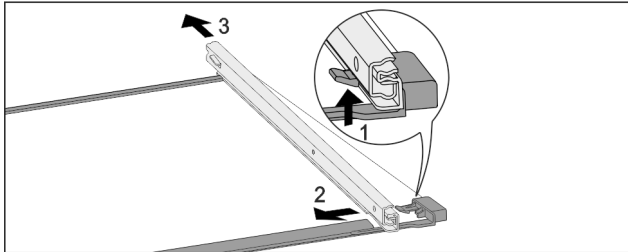

Fig. 157 Glasplatte mit Schienen
- ▶ Vorderen Rasthaken nach oben drücken. Fig. 157 (1)
- ▶ Auszugsschiene zur Seite Fig. 157 (2) und nach hinten Fig. 157 (3) wegschieben.